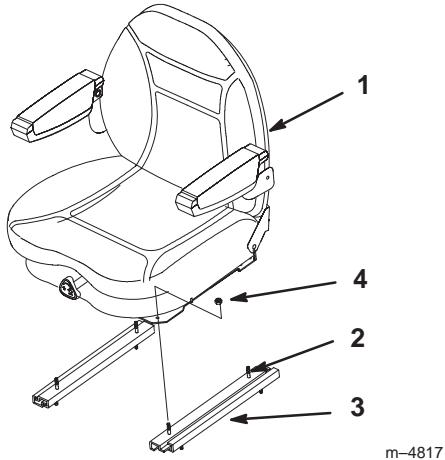

Figure 3
- Placez le siège sur les goujons dans les glissières réglables (Fig. 3).
- Placez les écrous sur les goujons (Fig. 3).